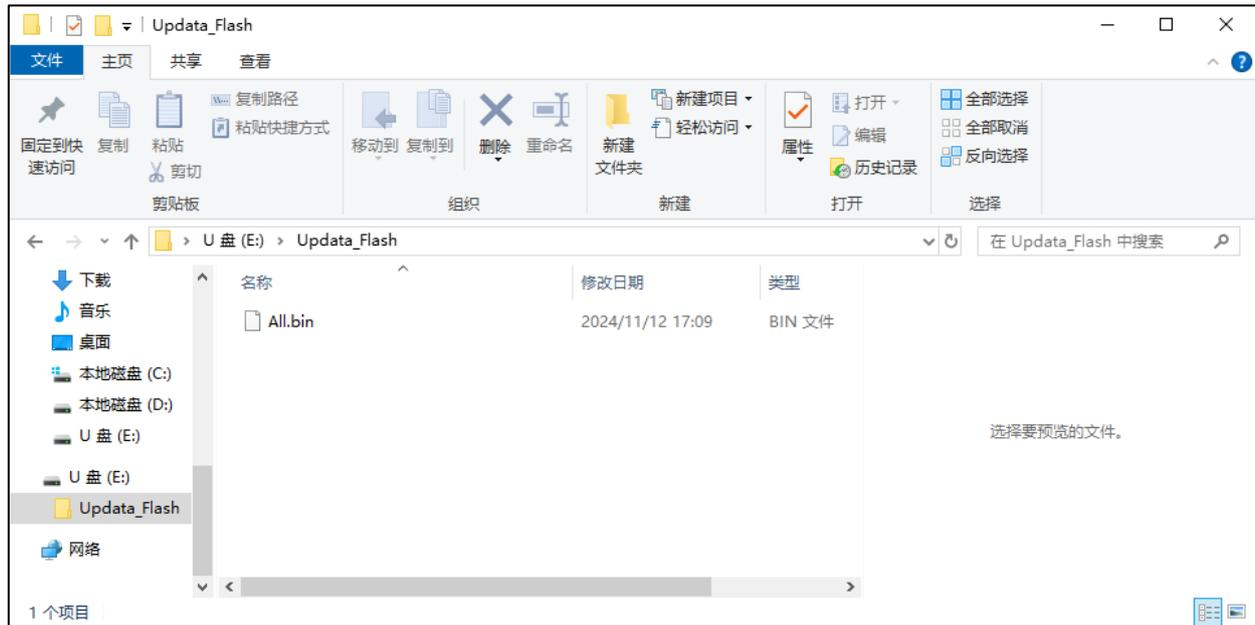

图 18-9: ALL.bin 文件放入 Updata_Flash 文件夹
4、在 Updata_Flash 文件夹里面将 ALL.bin 文件放入，如图 18-9 所示